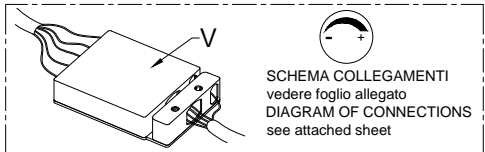
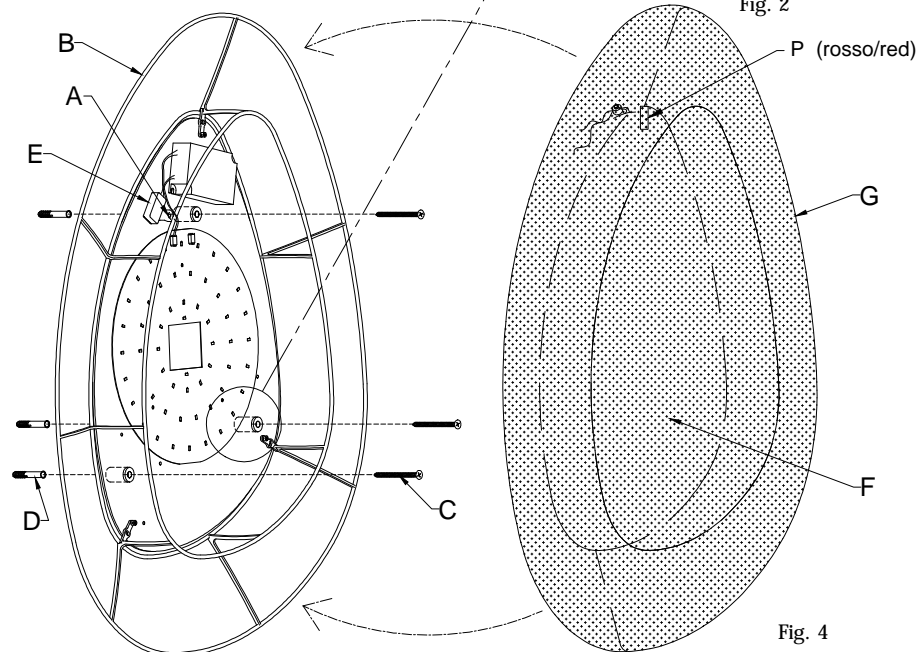

Fig. 3
Fig. 4
- Versione Dimmerabile collegare i cavi all'interno della scatola (V) rispettando la polarità indicata , e richiudere la scatola (Fig. 3).
- Calzare il rivestimento in lycra (F) sulla struttura (B) allineando i riferimenti.
- Distendere il rivestimento in modo che la cucitura perimetrale (G) sormonti l'anello esterno della struttura (B) indi tirare l'elastico del rivestimento e posizionare la clip (H) in corrispondenza del foro di uscita dell'elastico (Fig.4+5)
- Version Dimmable connect the cables inside the box (V) matching the polarity, and close the box (Fig. 3).
- Fit the lycra shade (F) on the structure (B) (Fig.4)
- Stretch the lycra (F) till the sewing (G) overlaps the outer frame ring (B), then pull the elastic cord and place the locking clip (H) close its exit hole (Fig.4+5).